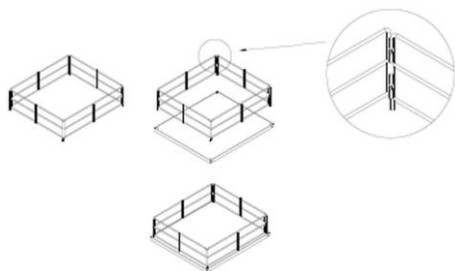

Abb. 1
1. Setzen Sie zuerst die Relling für die obere Stellfläche mittels der Sicherungsbolzen zusammen (Abb. 1).